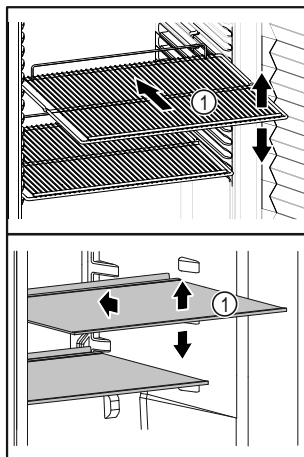

Fig. 23 Príklad zobrazenia
- ❑ Ak sa dajú odkladacie plochy Fig. 23 (I) premiestniť, prispôbte odkladacie plochy podľa výšky.